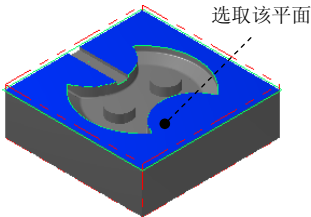

图 22.42 选取加工面
(1) 选取加工面。在图形区中选取图 22.42 所示的面, 然后按 **Enter** 键, 系统弹出“刀具路径的曲面选取”对话框。